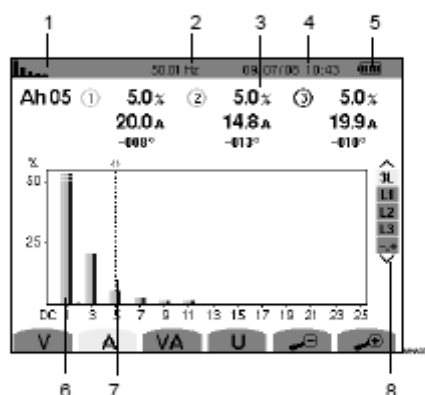

Figure 33 : exemple d'affichage des harmoniques du courant (harmonique n°5 : Ah05) en 3L
3	<div> <div>Ah05 ① 5.0% ② 5.0% ③ 5.0%</div> <div>20.0A 14.8A 19.9A</div> <div>-000° -013° -010°</div> </div> <p>Ces informations sont relatives à l'harmonique localisée sous le curseur (Figure 33, rep. 7).</p> <p>Ah 05 : numéro de l'harmonique.</p> <p>% : taux d'harmonique par rapport à l'harmonique fondamentale.</p> <p>A : courant efficace de l'harmonique considérée.</p> <p>+000° : déphasage par rapport à la fondamentale (rang 1).</p>